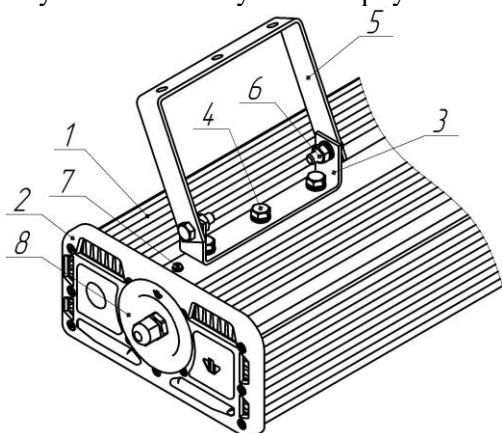

Рисунок 2 Установка светильника
2.1.1. Основное конструктивное исполнение светильника предусматривает установку на плоские поверхности с помощью специального крепления (рисунок 2 поз.5).
2.2.1. Скобу малую (рисунок 2 поз.3) притянуть к корпусу светильника болтами крепежными (рисунок 2 поз.4).
2.2.2. На скобу малую установить скобу большую (рисунок 2 поз.5) и закрепить с помощью болтов крепежных с гайкой (рисунок 2 поз.6)
2.2.5. Проведите питающий провод через кабельный ввод, установленный в заглушке (рисунок 2 поз.8), внутри корпуса светильника, чтобы он вышел со стороны заглушки с контактным устройством, плотно закрутите гайку кабельного ввода.
2.2.8. Подключите провод внешнего заземления к винту (рисунок 2 поз.7), расположенному на корпусе светильника имеющему маркировку « $\equiv$ ».